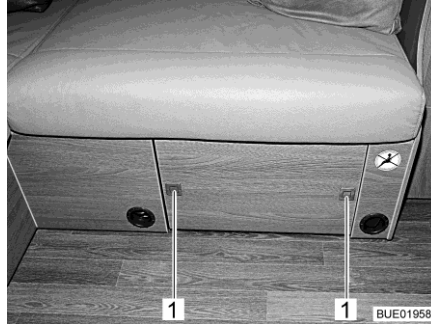

Fig. 135 Tavolino da salotto, stivato
- Premere i bottoni automatici (Fig. 135,1) sul diaframma del vano sedile. I bottoni automatici scattano all'infuori.
- Premere verso l'interno i bottoni automatici (Fig. 135,1) finché non si innestano.